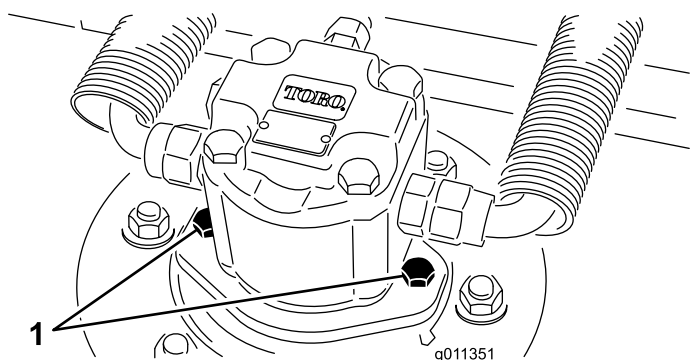

Рисунок 97
2. Отсоедините и снимите гидромотор с деки (Рисунок 97). Накройте верхнюю часть шпинделя для предотвращения загрязнения.
3. Установите гидромотор на деку (Рисунок 97). Убедитесь в том, что уплотнительное кольцо находится в штатном положении и не повреждено.